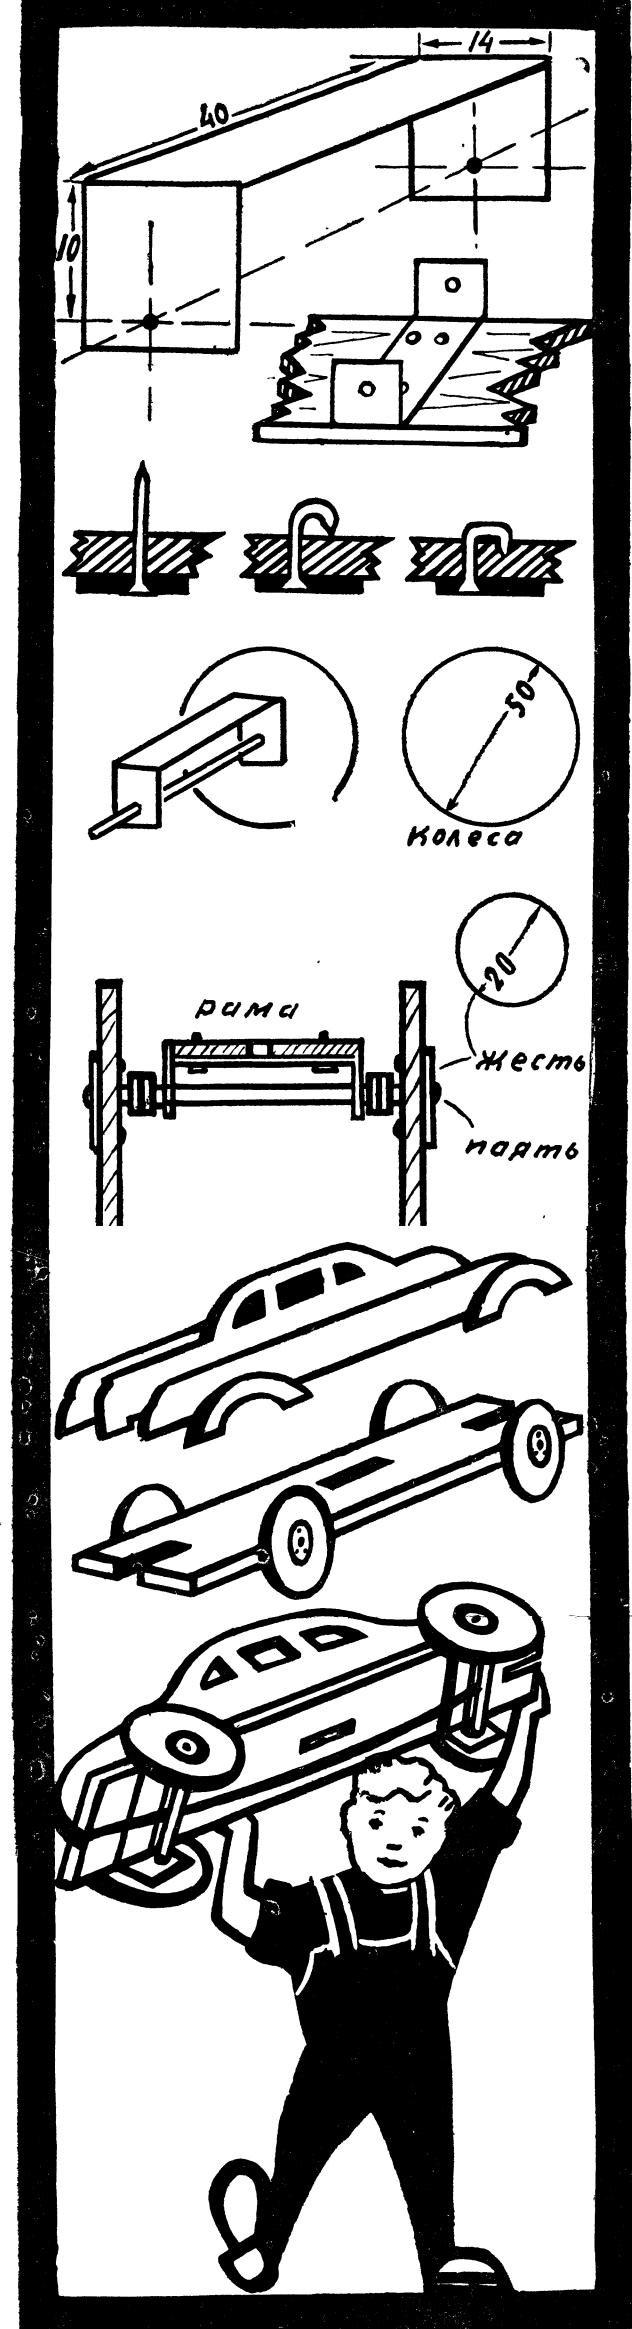

Рис. 1. Ходовая часть контурной модели автомобиля
**ХОДОВАЯ ЧАСТЬ МОДЕЛИ.** Две жестяные скобки П-образной формы служат подшипниками для осей, на которые насаживают колёса (рис. 1). Скобки прикрепляют мелкими гвоздями к раме мо-